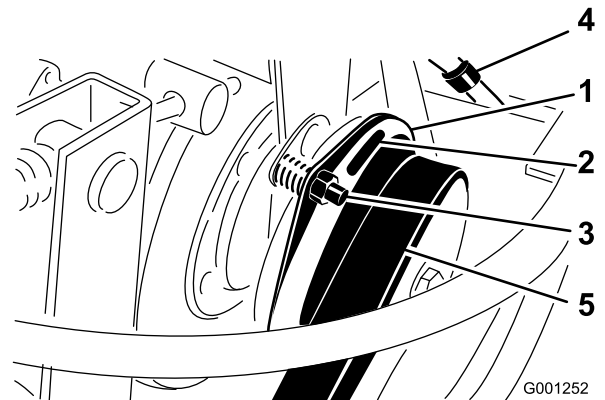

図 74
3. クラッチのライニングと摩擦プレートとの間のギャップを 0.38 mm のすきまゲージが通れるように調整する 図 74。
注 調整ナットを右に回すと隙間が小さくなる 図 74。整備時の隙間の最大値は 0.76 mm である。3 か所すべてでエアギャップの調整を行う。